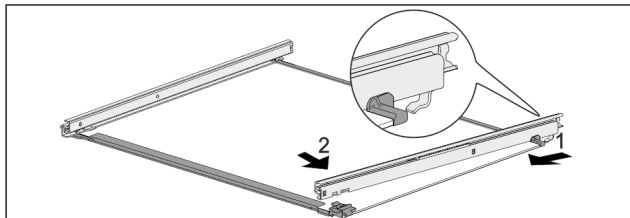

Fig. 85 Steklena plošča z vodili
- ▶ Vodilo obesite na kavelj na zadnji strani. Fig. 85 (1)
- ▶ Vodilo zaskočite na sprednji strani. Fig. 85 (2)